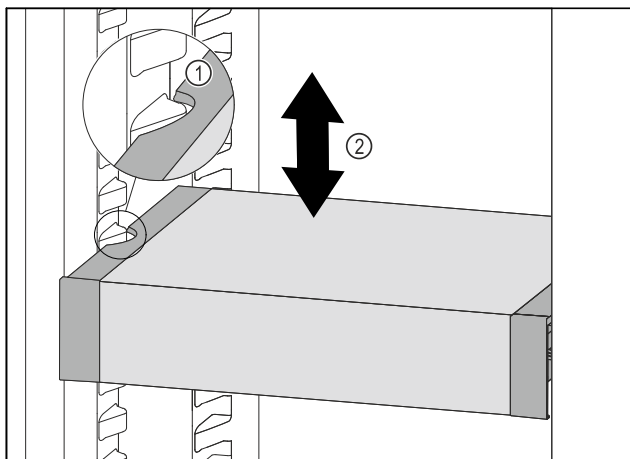

Fig. 40
- ▶ Тяните VarioSafe вперед, пока боковые выемки VarioSafe не окажутся на высоте выступа резервуара в холодильном отделении. Fig. 40 (1)
- ▶ Двигайте VarioSafe в холодильном отделении вверх или вниз, пока не будет достигнута требуемая высота. Fig. 40 (2)